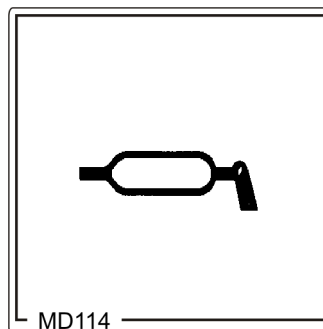

Fig. 148
21. **Super-S-Gestänge:** Entwässern Sie den Drucksensor (Fig. 148/1), indem Sie den Schlauch vom Drucksensor lösen.